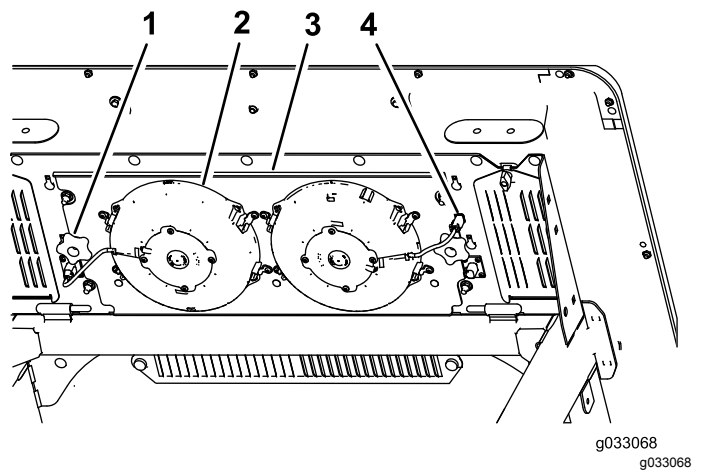

图54
3. 从插座上断开风扇的插头和电源线 图54。
4. 卸下将风扇面板组件和风扇固定驾驶室顶部 图54 下方的 2 个旋钮然后取出组件。